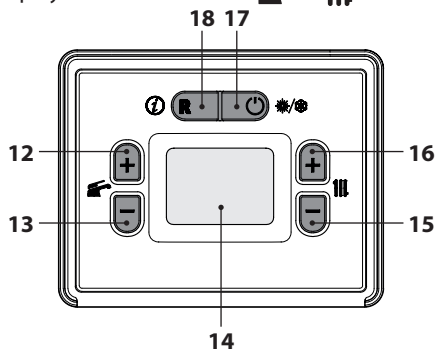

Figura 6.5
- Premere il tasto 17 (Figura 6.5) fino a far apparire sul display LCD le lettere **OFF** (Figura 6.4).